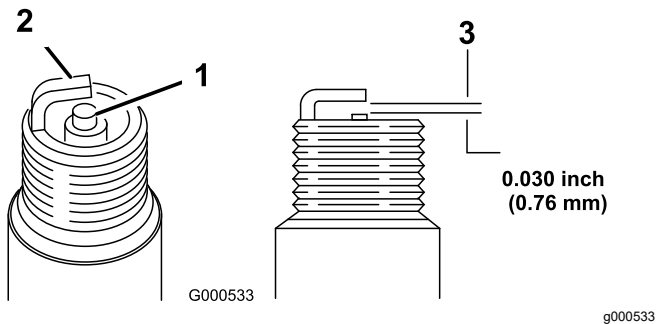

Figura 27
5. Ajuste la distancia entre los electrodos a 0,76 mm; consulte Figura 27.